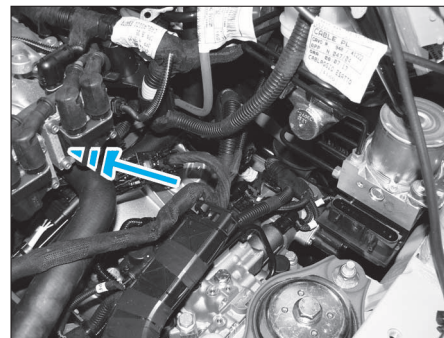

FIG. 26
- Débrancher la durit (Fig.26).